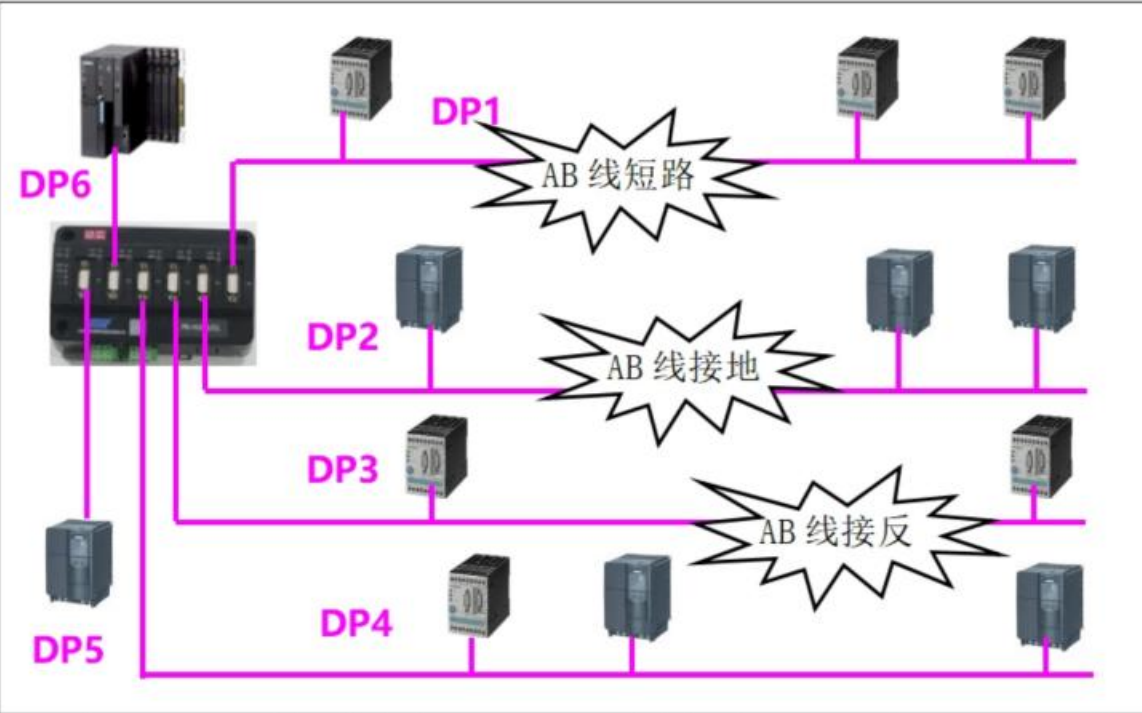

图8：当DP1~DP3都出现故障时，DP4、DP5（变频器），DP6（PLC）还可正常工作
- (3) 隔离的功能：PB-HUB每个接口可扩展为一个PROFIBUS段，每接口段之间电气、故障都是隔离的。包括：短路、断路、反接、电磁干扰，对通信波形的衰减、畸变也有修复作用。见图8：当DP1~DP3都出现故障时，DP4、DP5（变频器），DP6（PLC）还可以正常工作。